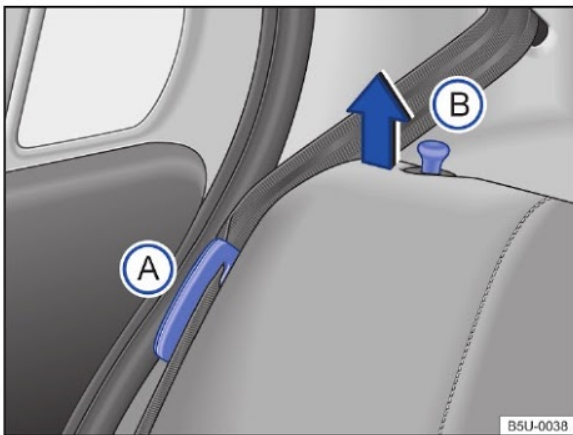
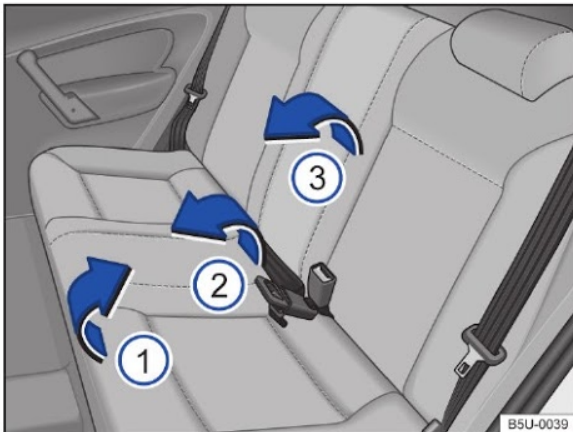

Fig. 57 Banco traseiro: posicionador do cinto de segurança (A) e pino de destravamento do encosto (B).
Fig. 58 Banco traseiro: rebater o banco traseiro.
- Encaixar os cadarços dos cintos nos respectivos alojamentos no revestimento lateral → Fig. 57 (A).
- Puxar o assento pela parte da frente → Fig. 58 (1) no sentido da seta, para cima.
- Levantar a parte traseira do assento → Fig. 58 (2) e deslocar totalmente para a frente, de maneira que o assento fique o mais próximo possível do assoalho e do encosto do banco dianteiro.
- Puxar os pinos de destravamento → Fig. 57 (B) e, ao mesmo tempo, rebater parcialmente o encosto do banco → Fig. 58 (3) e remover os apoios para cabeça → Página 71. Abaixar totalmente o encosto do banco traseiro.
- Encaixar os cadarços dos cintos de segurança nos respectivos posicionadores → Fig. 57 (A).
- Levantar os pinos → Fig. 57 (B) e, ao mesmo tempo, rebater parcialmente o encosto do banco traseiro → Fig. 58 (3).